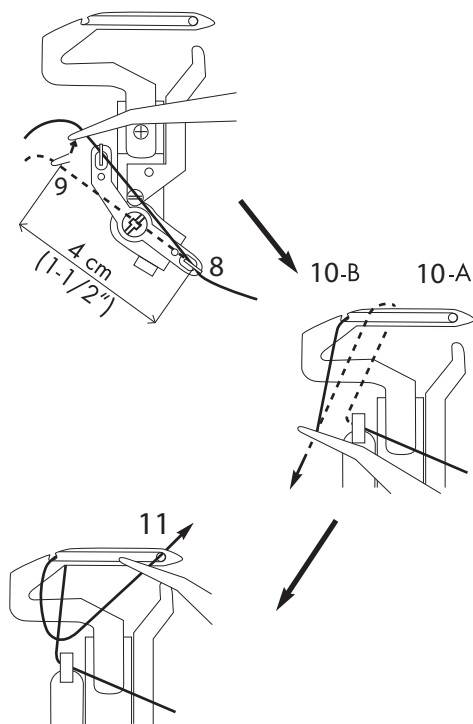

Fig.23
6. Segure a linha com a pinça afastada da guia aprox. 4 cm (fig. 23).
8. Puxe a linha para cima, para a guia da linha (9).
9. Passe a linha para trás e sobre a extremidade superior da lançadeira inferior 20 (10A) (fig. 23).
10. Em seguida, puxe a linha cuidadosamente para baixo, de modo a que esta deslize no entalhe da lançadeira (10B) (fig. 23). Para este passo, consulte também o desenho na máquina!
11. Enfie a linha no olhal da lançadeira (11). A linha deverá correr pela ranhura da lançadeira inferior 20 (fig. 23).